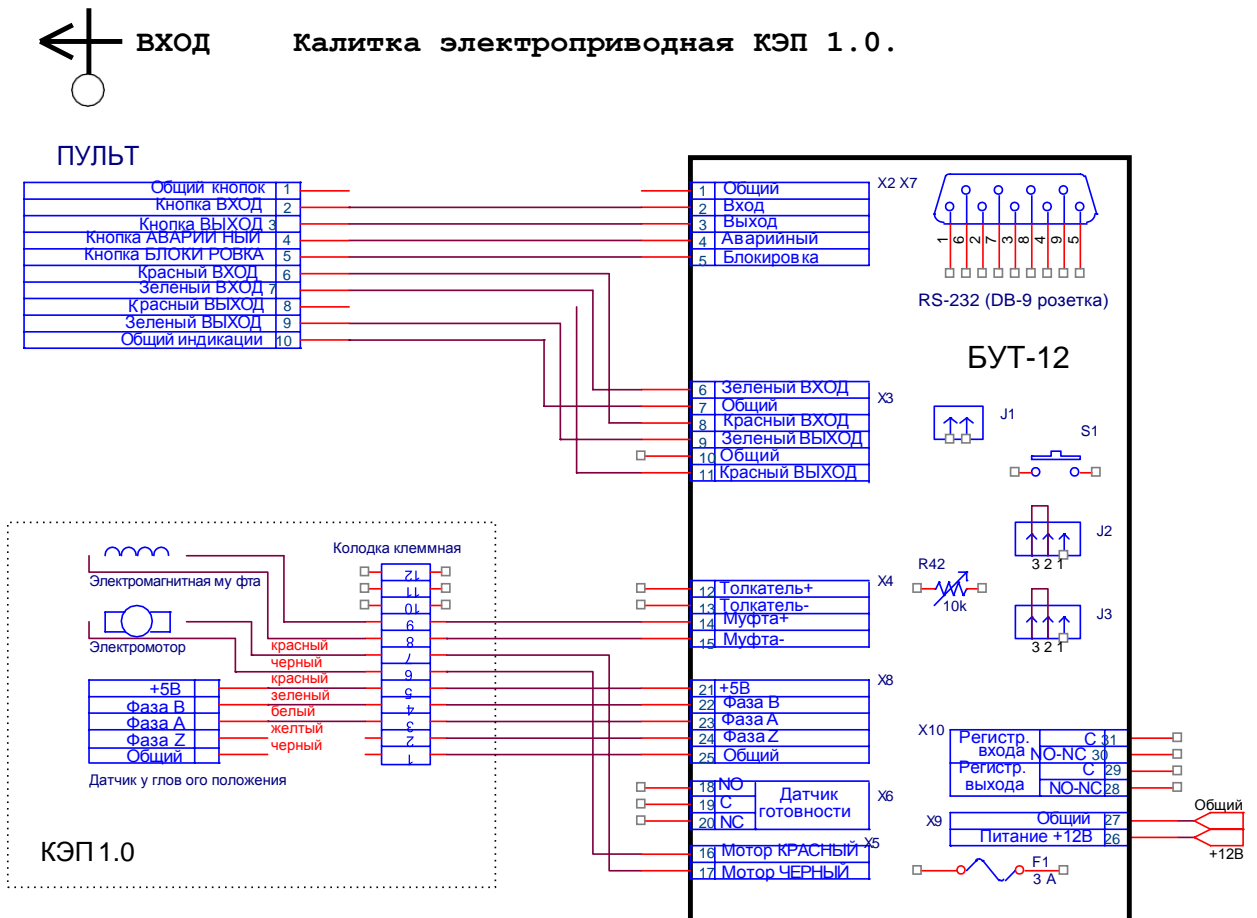

Рис. 4
5) Подключить кабели в соответствии со схемой подключения (рис.4) и заземлить корпус электропривода;
6) Одеть на привод нижнее кольцо (6);
- К стеклу (2) с обеих сторон присоединить через эластичные прокладки и распорные втулки два швеллера (1) и стянуть их болтами М8х35 и гайками; не допускается выступание стекла за верхние и нижние кромки швеллеров.